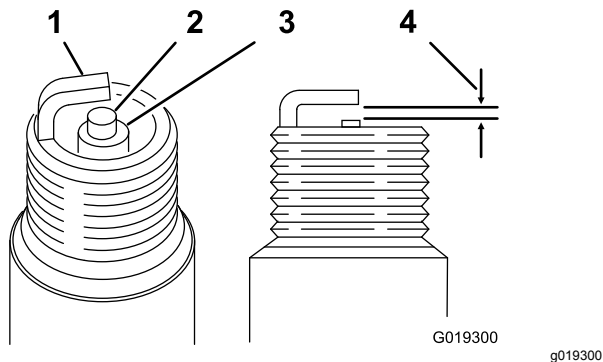

Figura 33
Distanza: 0,70 a 0,80 mm; fate riferimento a Figura 33
3. Impostate la distanza fra gli elettrodi tra 0,70 e 0,80 mm (Figura 33).